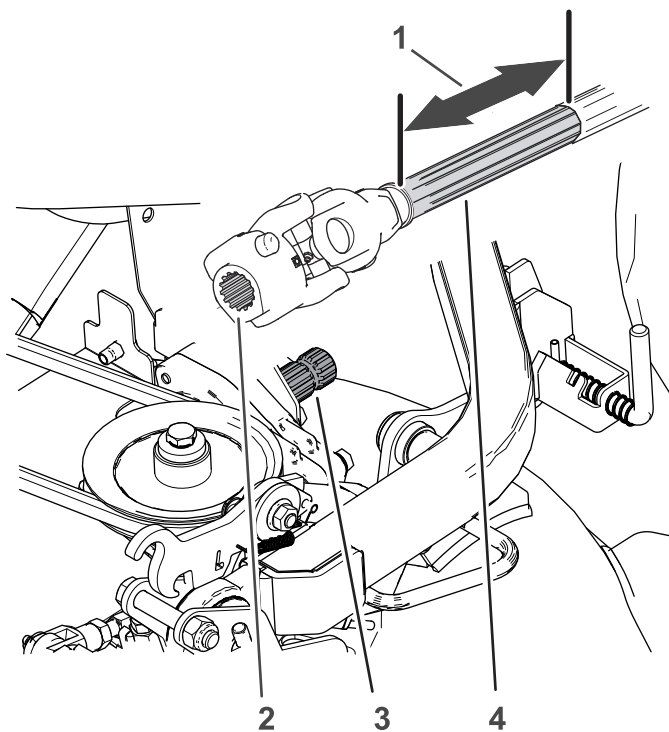

Figura 49
2. Tire de la mitad delantera del árbol de transmisión (Figura 49) hacia delante unos 25 cm.
3. Limpie las acanaladuras del eje de la caja de engranajes y las del árbol de transmisión (Figura 49).
4. Limpie la superficie deslizante del árbol de transmisión delantero (Figura 49).
al acoplamiento de la articulación en U (Figura 49).
6. Aplique compuesto antigripante a la superficie deslizante del árbol de transmisión delantero (Figura 49).